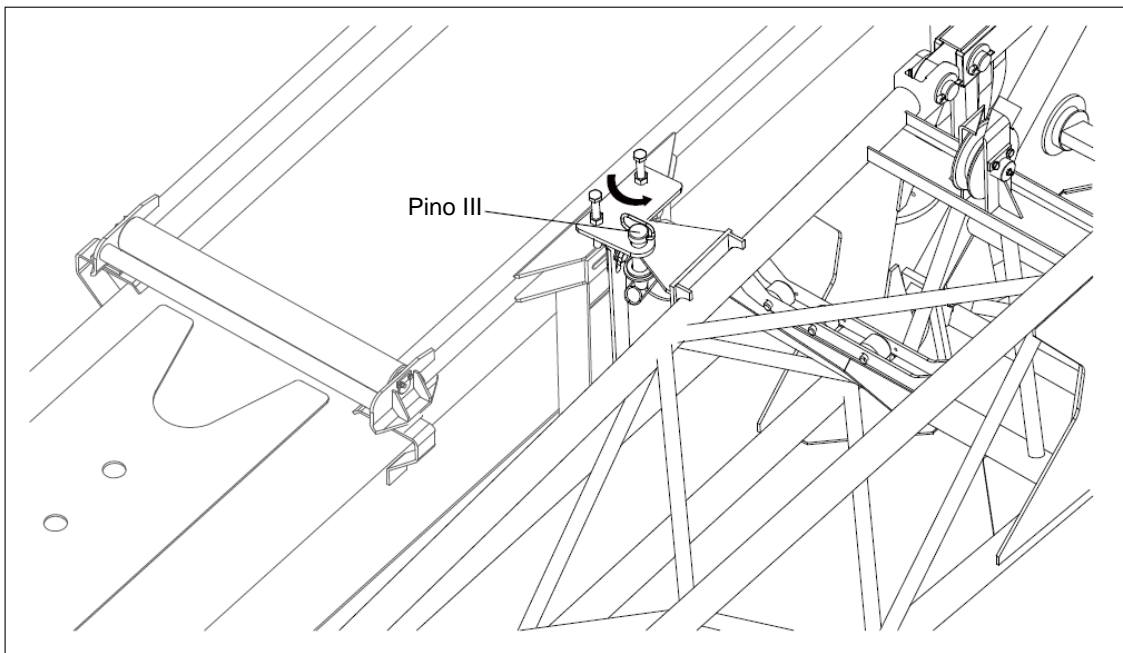

Figura 5-4 Afaste a frente do braço da lança principal
- g) Afaste a frente do braço da lança principal (o braço gira no pino III). Consulte a figura 5-4.